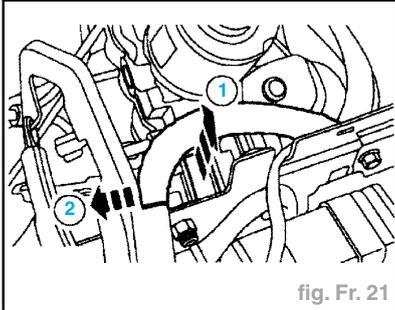

fig. Fr. 21
- Débrancher le connecteur multiple de la centrale hydraulique (fig. Fr. 21) :
• défaire le cran de retenue (1),
• débrancher le connecteur multiple (2).